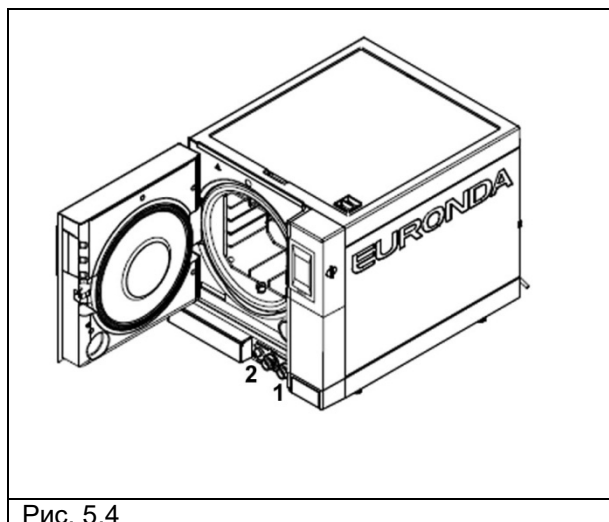

Рис. 5.4
1. Для слива емкости для чистой воды присоединить один конец дренажной трубки к крану на передней панели стерилизатора (см. рис. 5.4, поз. 1), другой конец опустить в пустую емкость.
2. Для слива емкости для использованной воды присоединить один конец прозрачной дренажной трубки к крану на передней панели стерилизатора (см. рис. 5.4, поз. 2), другой конец опустить в пустую емкость.